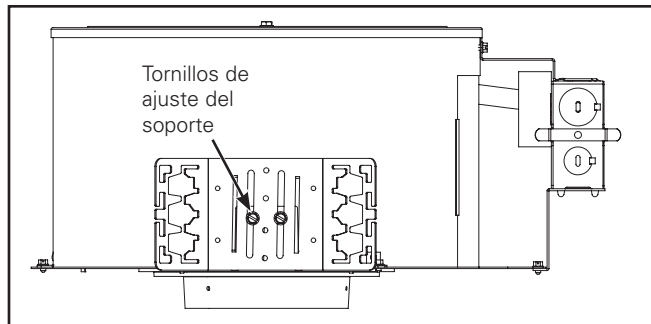

Figura 2.
2. Ajuste los tornillos de ajuste del soporte, de modo que la parte inferior del anillo de yeso quede al ras de la línea del techo acabada. El soporte de suspensión es reversible para un ajuste total de 5" (12,70 cm) (Figura 2.).